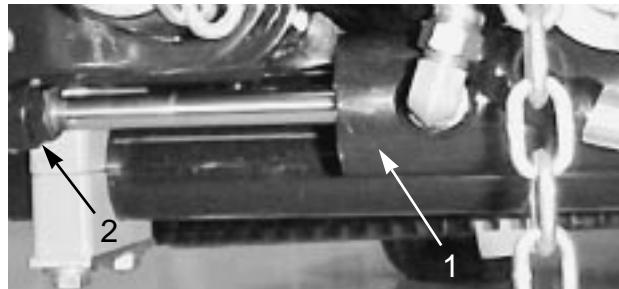

図12
1. エンジンを始動し、デッキを上昇させ、各昇降アームとフロア・プレート・ブラケットの間のすきまを測定する（図10）。この値が5~8 mmの間にない場合は、ストップボルト（図11）を戻し、シリンダ（図12）を調整して隙間を作る。シリンダの調整は、シリンダについているジャムナットを戻し、ロッドの端部からピンを抜いてクレピスを回転させて行う。調整が終わったらピンを取り付けて隙間の大きさを確認し、必要に応じて再調整する。